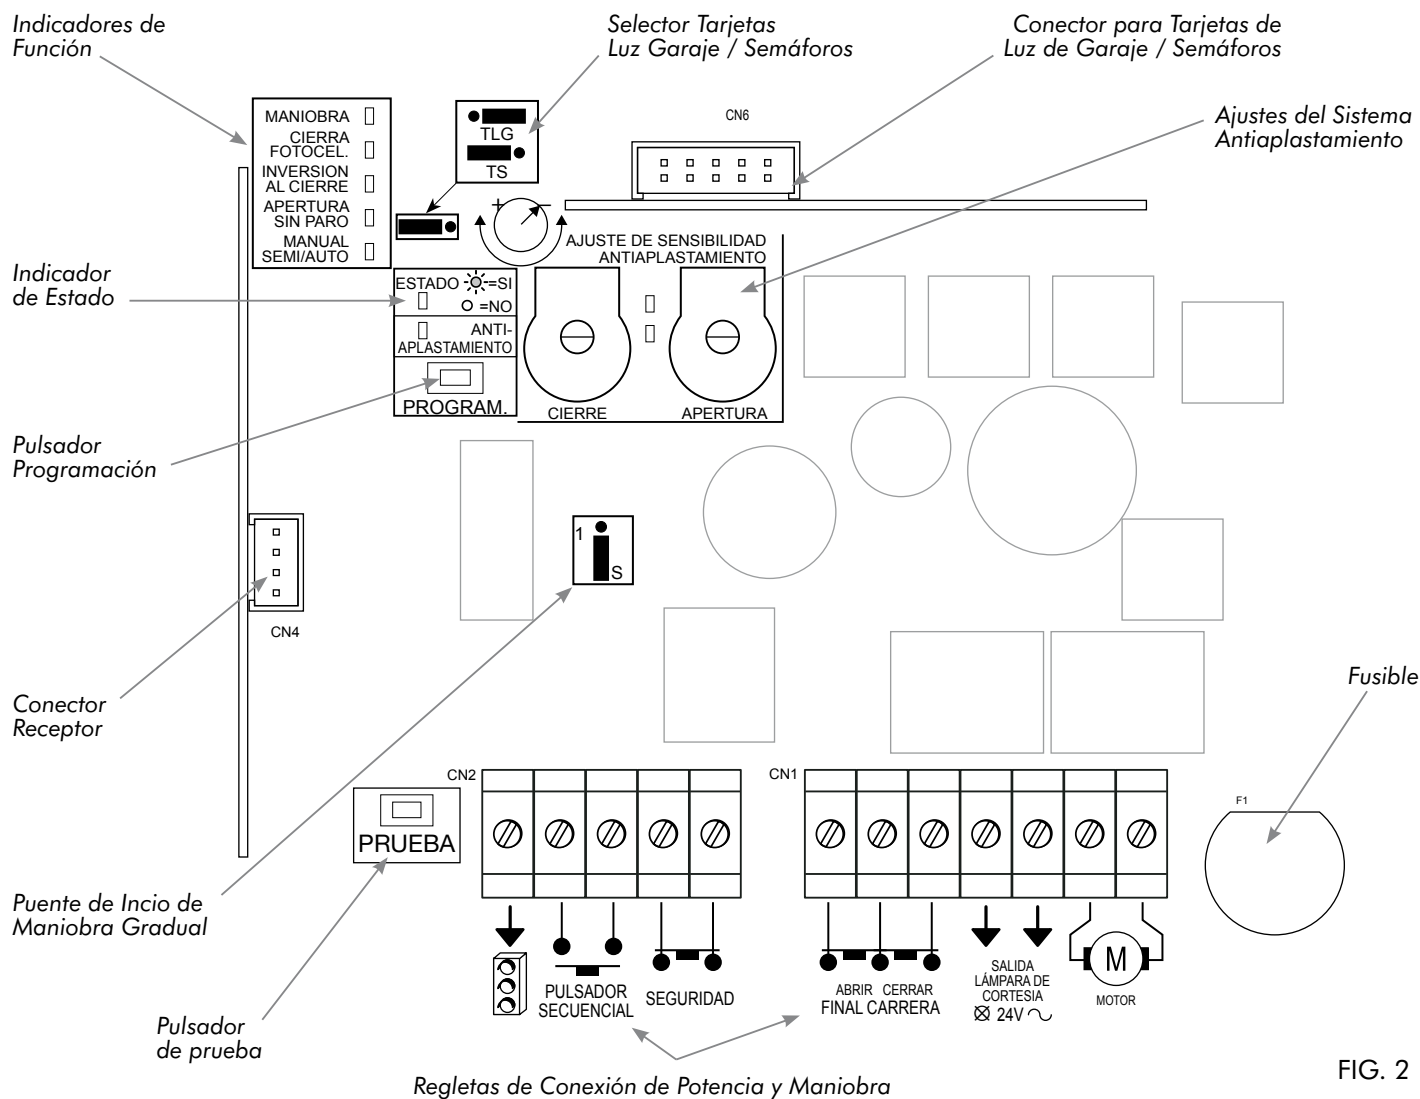

FIG. 2
**3.1.1.** Presione la tecla «PROGRAM» (ver A en fig. 2). Los indicadores de función efectuarán dos intermitencias. (El indicador Manual/Semi/Auto quedará encendido o intermitente). Si transcurridos 30 segundos no realizamos ninguna otra operación los indicadores harán 5 intermitencias y se apagarán, debiendo presionar de nuevo la tecla «PROGRAM» para entrar en modo programación.